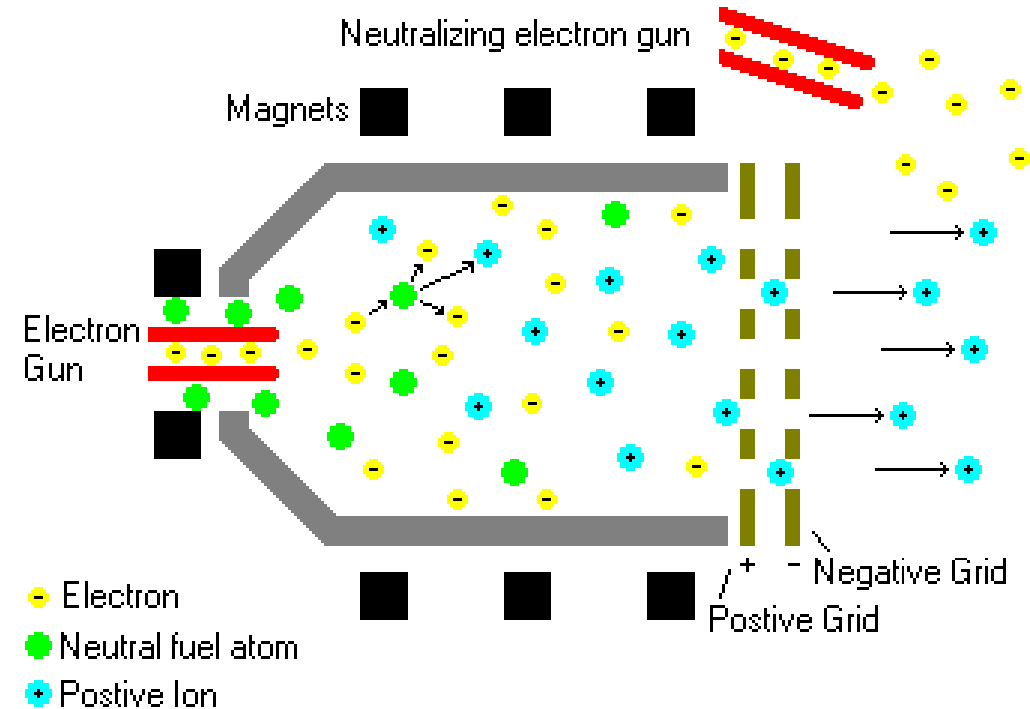

Figura 5: Diagramma di funzionamento di un propulsore ionico a griglie elettrostatiche
- Figura 5, https://it.wikipedia.org/wiki/Propulsore_ionico_elettrostatico#/media/File:Ion_engine.gif